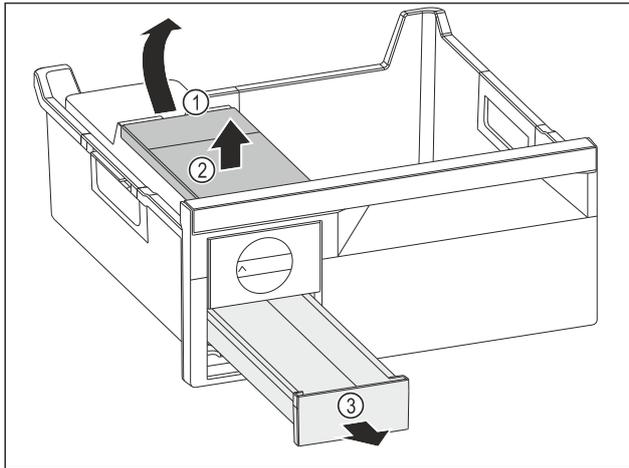

Fig. 110
- ▶ Wyjmowanie zbiornika wody: Zbiornik wody unieść za wycięcia Fig. 110 (1).
- ▶ Wyjąć zbiornik wody Fig. 110 (2) do góry.
- ▶ Wyjąć szufladę na kostki lodu Fig. 110 (3) do przodu.